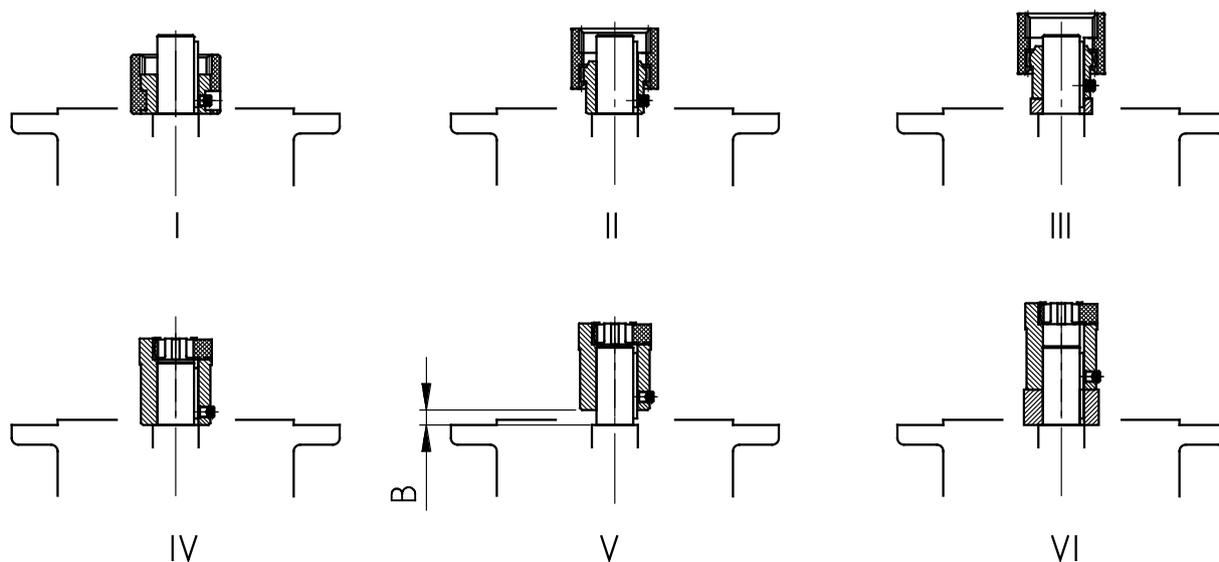

Рис. 14: Установка муфты на вал двигателя при различных конструкциях муфты
3. Насадите соединительную втулку на вал двигателя до упора в буртик согласно указаниям изготовителя двигателя. Если прилагаются распорные втулки, то в установках с двигателем типоразмеров 90, 160, 180 и 225 установить распорную втулку между соединительной втулкой и буртиком. В цилиндрических соосных редукторах Standard следите за расстоянием В между соединительной втулкой и буртиком (см. Рис. 14). У некоторых **NEMA-адаптеров** положение муфты необходимо отрегулировать в соответствии с данными, приведёнными на шильде.
6. Установите двигатель на адаптер; установите прилагаемый зубчатый венец или зубчатую гильзу (см. Рис. 14)